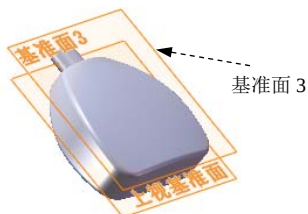

图 3.30.14 基准面 3
Step12. 创建图 3.30.14 所示的基准面 3。选择下拉菜单 **插入(I)** → **参考几何体(G)** → **基准面(E)...** 命令；采用系统默认的偏移方向；选取上视基准面为参考实体，输入偏移距离值 18.0。